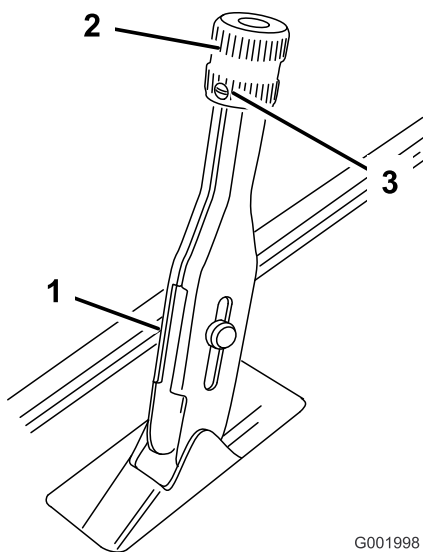

Bild 62
1. Lockern Sie die Stellschraube, mit der das Handrad am Feststellbremshebel befestigt ist (Bild 62).